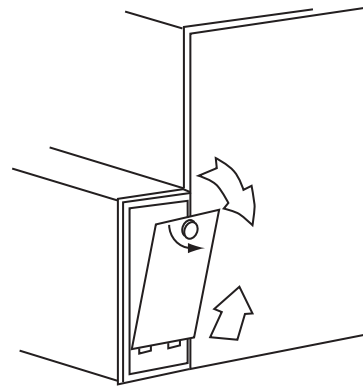

Fig. 21 - Dépose de la porte du boîtier du filtre de l'armoire de ventilation latérale
a. Déposer la porte du boîtier de filtre. (Voir Fig. 21 et 22.)